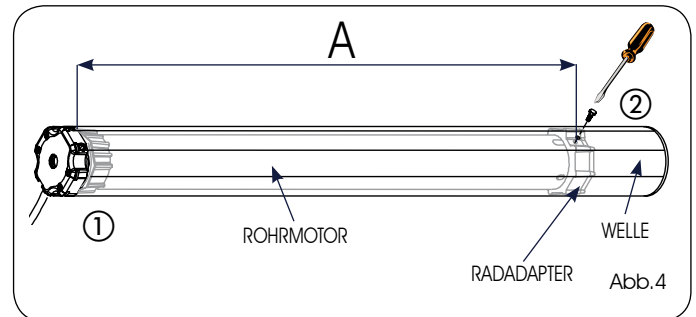

Abb.4
- 2) Den zusammengebauten Rohrmotor in die Welle von der entgegengesetzten Seite der Haube so weit einführen, bis der Kranzadapter vollkommen in der Welle sitzt (Abb.4, Bez.①).
- 3) Den Radadapter mit Hilfe einer selbstschneidenden Schraube 4x10, die in das zuvor ausgebildete Bohrloch eingesetzt wird, an der Welle befestigen (siehe Abb.4 Bez.②).